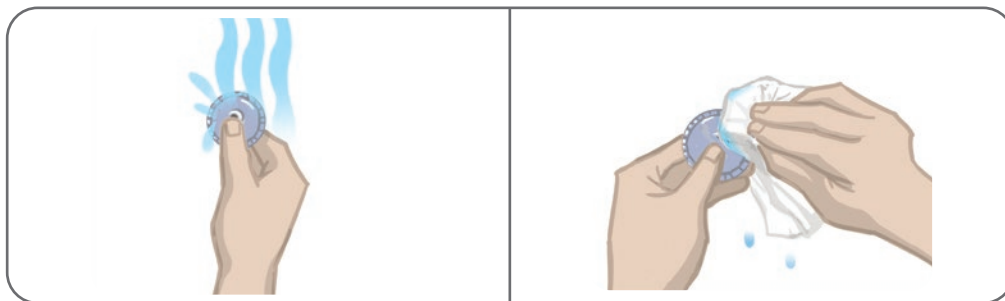

Figura 11-5: Come bagnare e asciugare l'acqua in eccesso
4. Bagnare gli elettrodi Round Cloth con acqua fino a saturazione (Figura 11-5).
5. Con un panno, asciugare o tamponare l'acqua in eccesso dal retro dagli elettrodi (lato dotato di aggancio) (Figura 11-5).